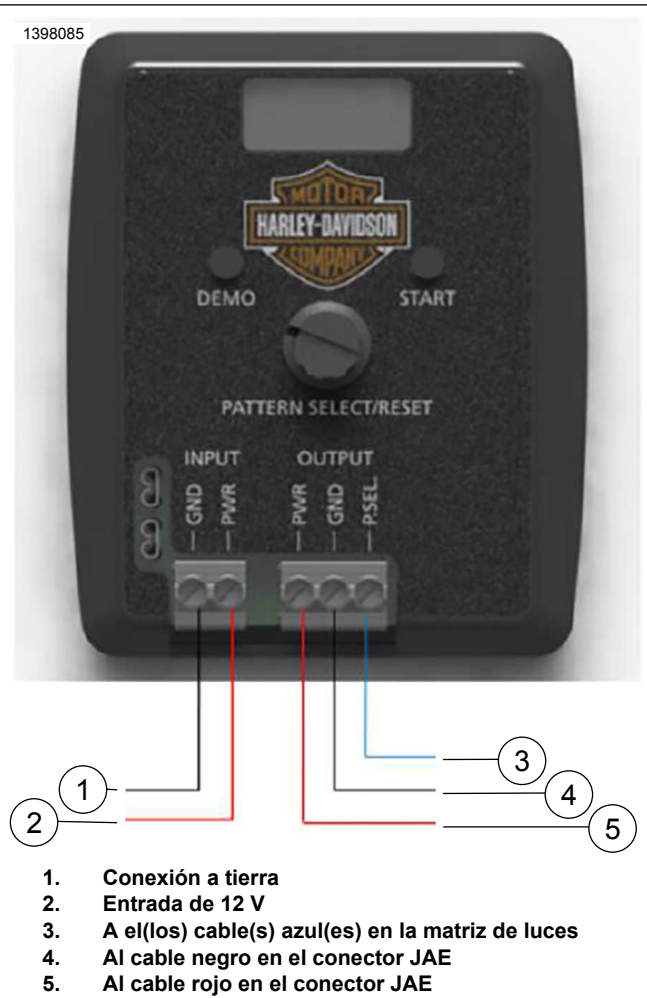

Figura 10. Configuración de la programación de patrones
- Consulte la Figura 10. Conecte la fuente de alimentación de 12V al PSCP.
- Consulte la Figura 10. Conecte la luz a los terminales OUTPUT (salida) del PSCP (requiere un cable suministrado por el concesionario).